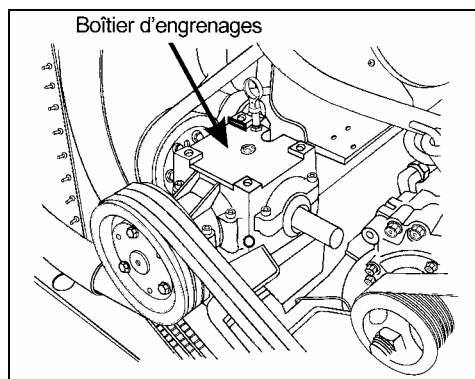

FIGURE 1: BOÎTIER D'ENGRENAGES
1. Vidanger l'huile du boîtier d'engrenages du ventilateur (figure 1) selon la procédure décrite dans la section 5 du manuel de maintenance de votre véhicule (voir « Fan gearbox »).